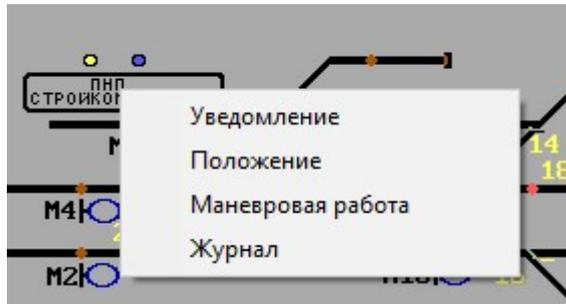

Рис.3 Вспомогательное меню функциональной кнопки.
При нажатии на функциональную кнопку ПНП правой клавишей мыши появляется вспомогательное меню (рис.3), содержащее пункты:
2. Выбором пункта «Положение» во вспомогательном меню функциональной кнопки ПНП (рис.3);
При заезде на ПНП становится активным пункт «Маневровая работа» вспомогательного меню функциональной кнопки ПНП (рис.3), что позволяет начать производство маневровой работы непосредственно на ПНП.
- Пункт «Маневровая работа» вспомогательного меню функциональной кнопки ПНП (рис.3);